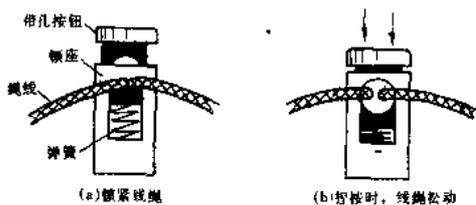

图3 布袋口拉紧结构
3. 精巧设计了布袋口拉绳锁 (图3), 只要轻轻捏按或放开带孔按钮, 便可自由调节松紧口绳的长度或锁紧度, 它使布袋能半靠地挂套在车架顶筐上, 且更换摘取快捷简便。现以三袋式洗熨衣物周转车为例, 介绍其组装程序。